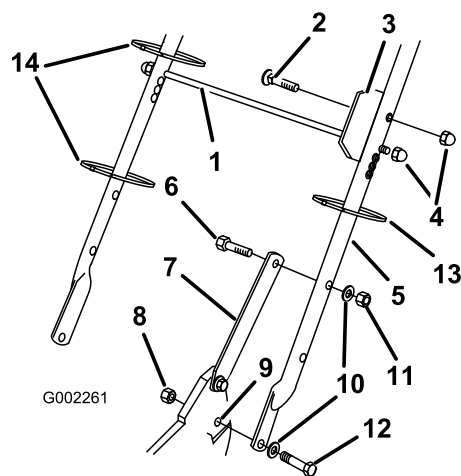

Figure 3
1. Montez le guidon à l'extérieur du carter de tondeuse (en vous servant du trou inférieur) avec 2 boulons (5/16 x 1-1/4 po), rondelles et contre-écrous minces (5/16 po) (Figure 3).
2. Fixez les pattes de verrouillage au guidon avec 2 boulons (5/16 x 1-1/2 po), rondelles et contre-écrous (5/16 po) (Figure 3).
3. Insérez le boulon dans la plaque d'alignement du bac et le second trou supérieur à gauche du guidon puis fixez-le avec un contre-écrou borgne (Figure 3).
4. Insérez la tige de support du bac à herbe dans le troisième des trous supérieurs dans le guidon, et serrez un contre-écrou borgne à chaque extrémité (Figure 3).
5. Utilisez les serre-câbles fournis pour attacher les câbles de commande au guidon (Figure 3).